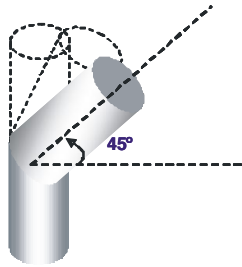

Fig. 2 – Inclinaison correcte pour les tuyaux coudés
* En conditions nominales de fonctionnement, le tirage des gaz de combustion doit être à l'origine d'une dépression de 12 Pa un mètre au-dessus du col de la cheminée. Pour effectuer une bonne installation, au moins 2 mètres de tube métallique de cheminée de même diamètre que la sortie de fumées du foyer chaudière devront être appliqués verticalement. On pourra ensuite utiliser de nouveaux éléments de tubage d'une inclinaison maximale de 45°; les Fig. 2 et 3 montrent les façons correcte et incorrecte d'installer des tuyaux coudés.